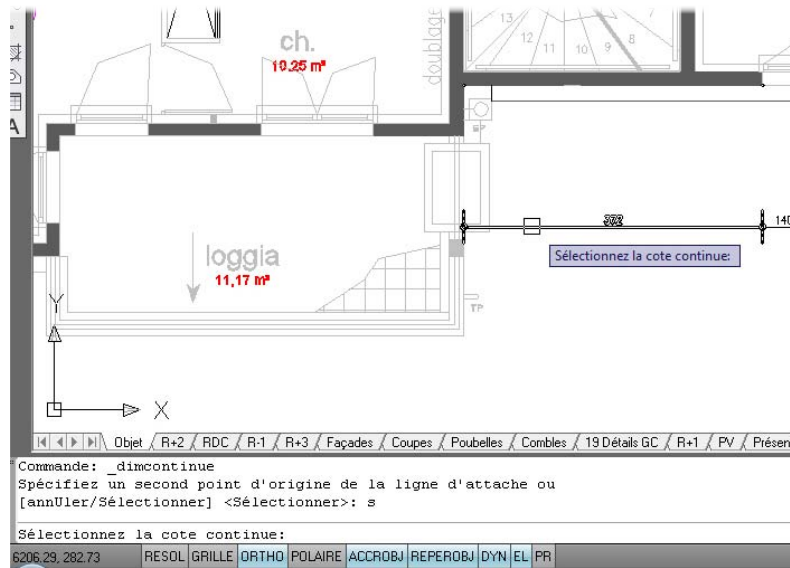

Figure 5.65
2. Spécifiez le choix de cote continue à poursuivre (voir Figure 5.65).